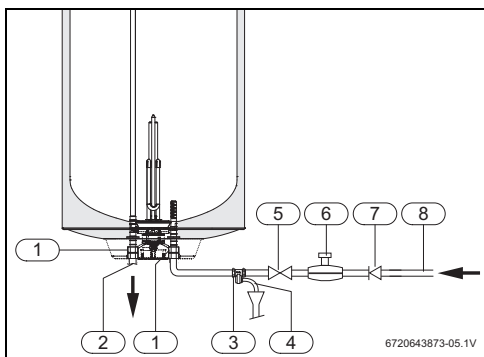

Fig. 11 Bransamentul de apă
Pentru prevenirea deranjamentelor provocate de variații bruște ale presiunii, se recomandă montarea unei supape de refulare a rezervorului în amonte la alimentarea cu apă (Fig. 11, [7]).
- ▶ Montați supapa de siguranță la bransamentul de apă rece al boilerului (Fig. 11).
Dacă presiunea apei depășește cu 80% presiunea maximă a boilerului (6,4 bar), instalați un regulator de presiune (Fig. 11). Dacă presiunea apei boilerului depășește 6,4 bar, se acționează supapa de siguranță. Apa care se scurge trebuie să fie deviată.
- ▶ Închideți robinetul de închidere al apei (→ Fig. 11).